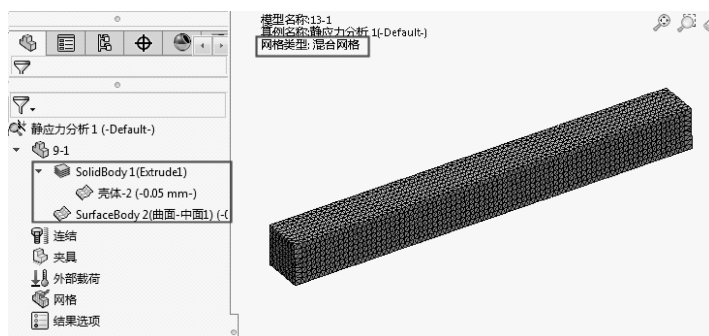

图 9-57 创建混合网格
- 06 单击【确定】按钮完成平面网格的创建。事实上，由于源模型与中面曲面属于两个实体特征，那么建立的网格也是两种：实体网格和壳体网格，两者合称为“混合网格”，如图 9-57 所示。